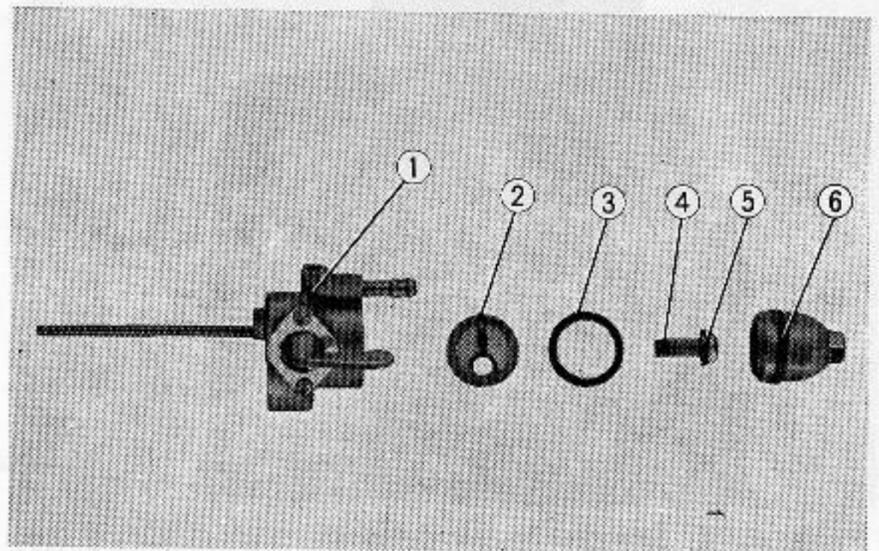

Abb. 4.32 Einzelteile des Benzinhahns
- (1) Benzinhahn am Tank anbauen. (Abb. 4.32)
(2) Seitenabdeckung am Tank anbauen.